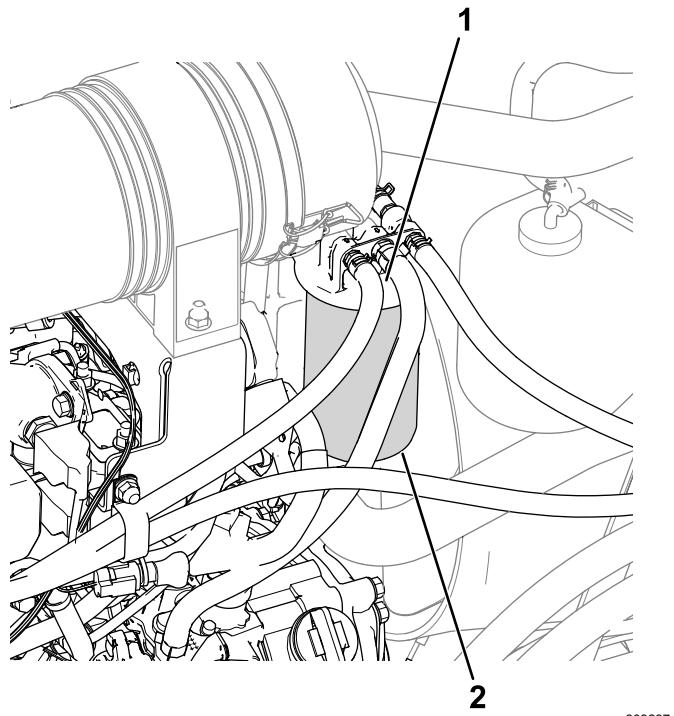

図 55
1. 燃料フィルタのヘッドの周囲をきれいに拭く図 55。
2. フィルタを外してフィルタヘッドの取り付け部をきれいに拭く**図 55**。